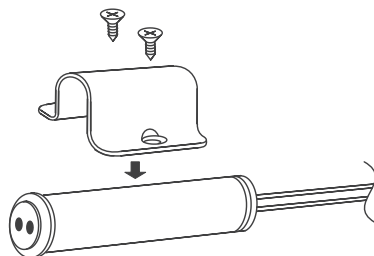

Рис. 1. Крепление датчика.
- 3.2. Закрепите датчик в месте установки, руководствуясь схемой крепления (рис. 1).